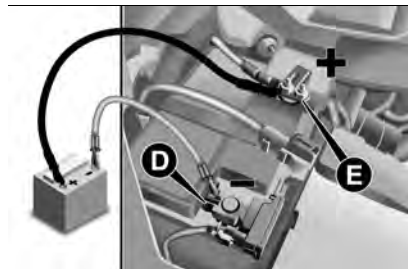

Fig. 190
❑ collegare il cavo positivo dell'apparecchio di ricarica al polo positivo della batteria (E) fig. 190 ed il cavo negativo al morsetto del sensore (D);
- ❑ dopo aver scollegato l'apparecchio di ricarica, ricollegare il connettore (A) al sensore (C) come illustrato in fig. 190.